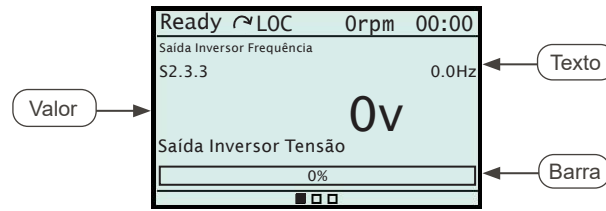

Figura 4.11: Visualização em Linha
- **Linha:** Numa linha é possível exibir uma variável de leitura no formato **texto**, **valor** ou **barra**. A Figura 4.11 na página 78 apresenta um exemplo com os 3 formatos.